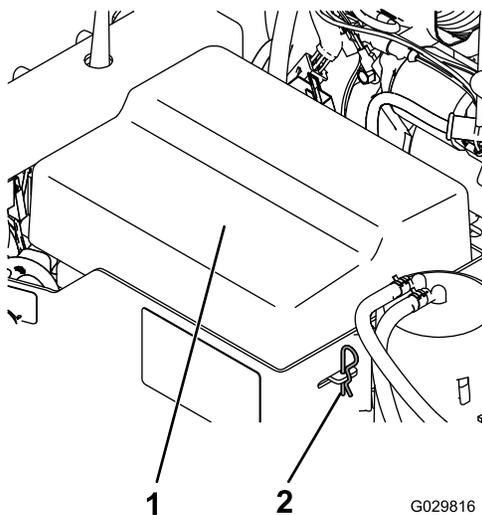

Рисунок 3
1. Снимите зажимы, которые крепят крышку аккумулятора к коробке аккумулятора (Рисунок 3).